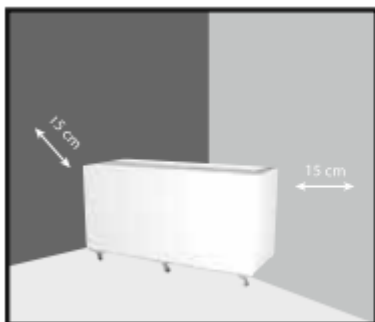

Fig. 4
- 2- De manière à ce que le dos donne sur le coin; veillez à ce que le mur soit à 150 mm (15 cm) de votre refroidisseur. Vous pouvez adosser la partie latérale au mur qui vient au coin. (Figure 4)